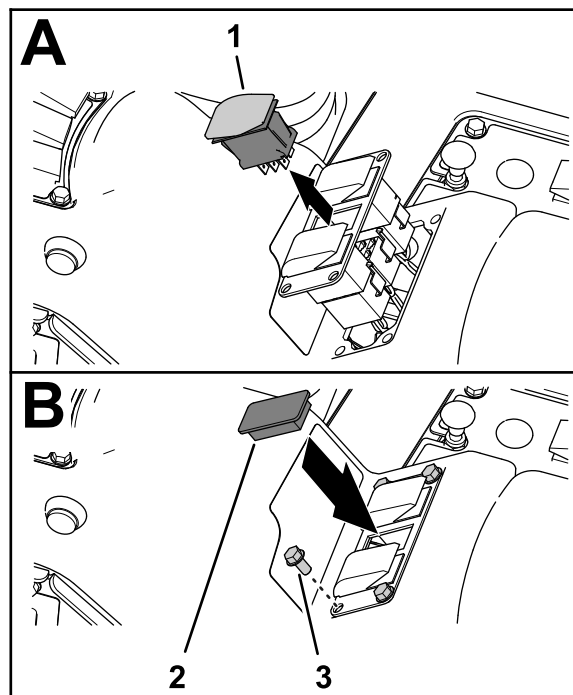

Bild 34
2. Drücken Sie die Verriegelungsnasen des Dosierungssteuerungsschalter zusammen und drücken Sie den Schalter aus der 3-Schalterplatte heraus (Bild 34).
5. Befestigen Sie die 3-Schalterplatte mit den vier Bundbolzen (1/4" x 1/2"), die Sie in Schritt 1 entfernt haben, an der Steuerkonsole (Bild 34).